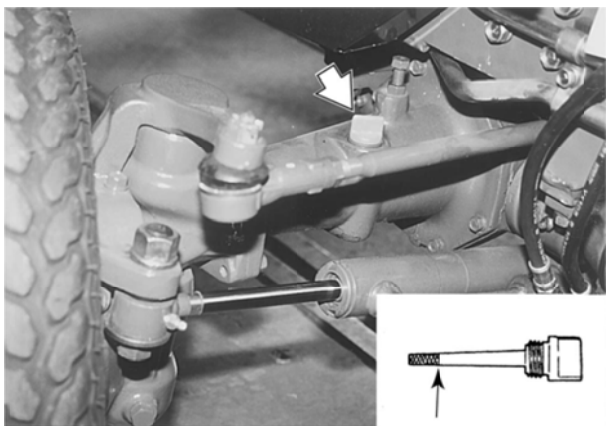

Рис. 81 (стопорный болт и пробка)
1. Поставьте трактор на ровную поверхность, выключите двигатель и проверьте уровень масла с помощью щупа (см. рис. 81).
6. Снимите пробку наливной горловины переднего моста (см. рис. 81) и залейте масло.